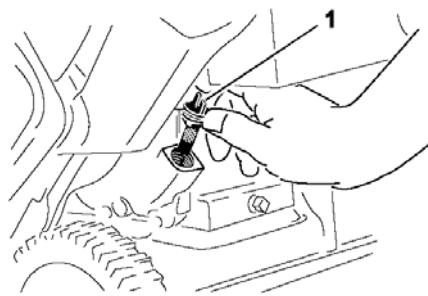

Рисунок 7
2. Очистите поверхность вокруг крышки масляного бака. (Рис. 7)